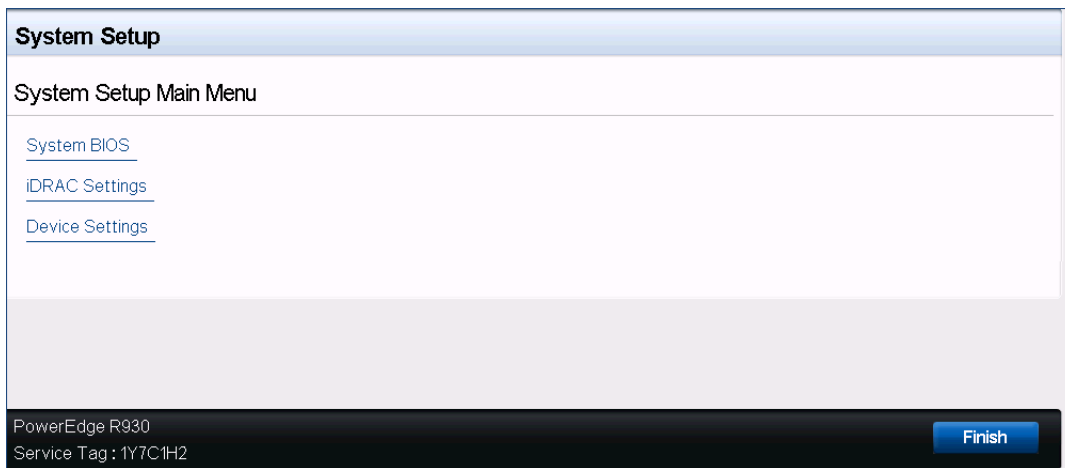

Figura 5-1. Configuración del sistema
2. En la ventana de configuración del sistema (Figura 5-1), seleccione **Device Settings** (Configuración del dispositivo) y, a continuación, pulse INTRO.